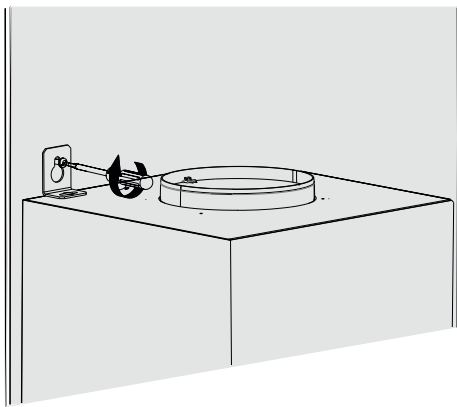

Abb. 12
- Hängen Sie die Dunstabzugshaube an den Punkten A und B an die Montagewinkel und ziehen Sie die Befestigungsschrauben an (Abb. 12).